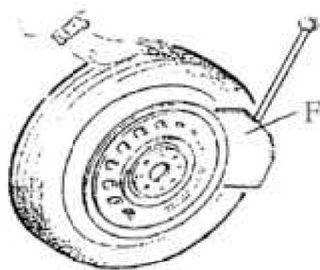

Рис. 5
Полностью выпустить воздух из шины, прислонить колесо к резиновому буферу. (S). Установите лопатку разуплотнителя, как показано на рис.5. Нажать педаль (U), дождаться, когда лопатка полностью отождет борт шины от диска. Повторить процедуру на разных участках колеса по кругу, чтобы шина полностью была отжата от диска.